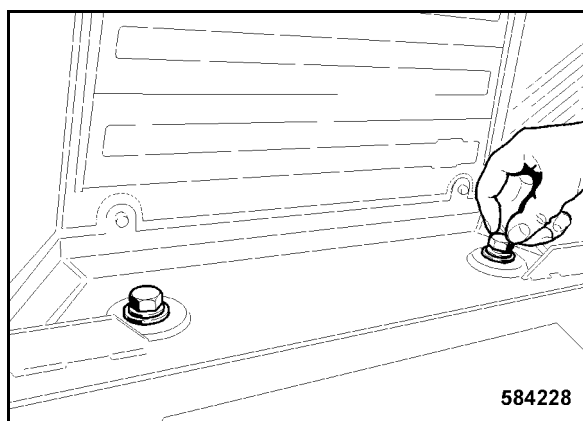

Fig. 210
- Volver a soltar ambos tornillos de fijación (Fig. 210) en la zona trasera de la cabina.
- Apretar ambos tornillos de fijación (Fig. 210) en la zona trasera de la cabina con 578 Nm.